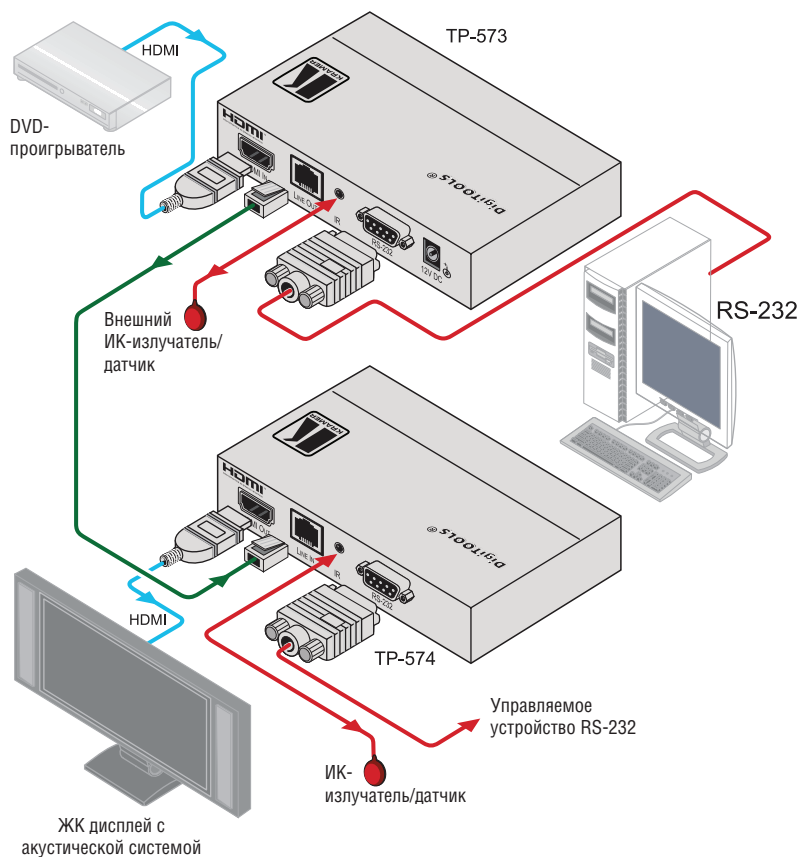

Рис. 3. Подсоединение приемно-передающей системы TP-573/TP-574
- Чтобы подсоединить **TP-573** к **TP-574** в соответствии с примером, показанным на рис. 3, действуйте в следующем порядке:
8. Подсоедините сетевой адаптер 12 В постоянного тока к **TP-573**, а адаптер — к электросети (на рис. 3 не показан).